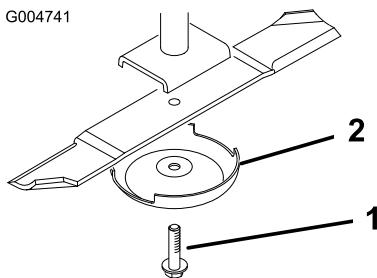

Figure 29
3. Enlevez le boulon, la coupelle de protection et la lame de l'axe de pivot (Figure 29).